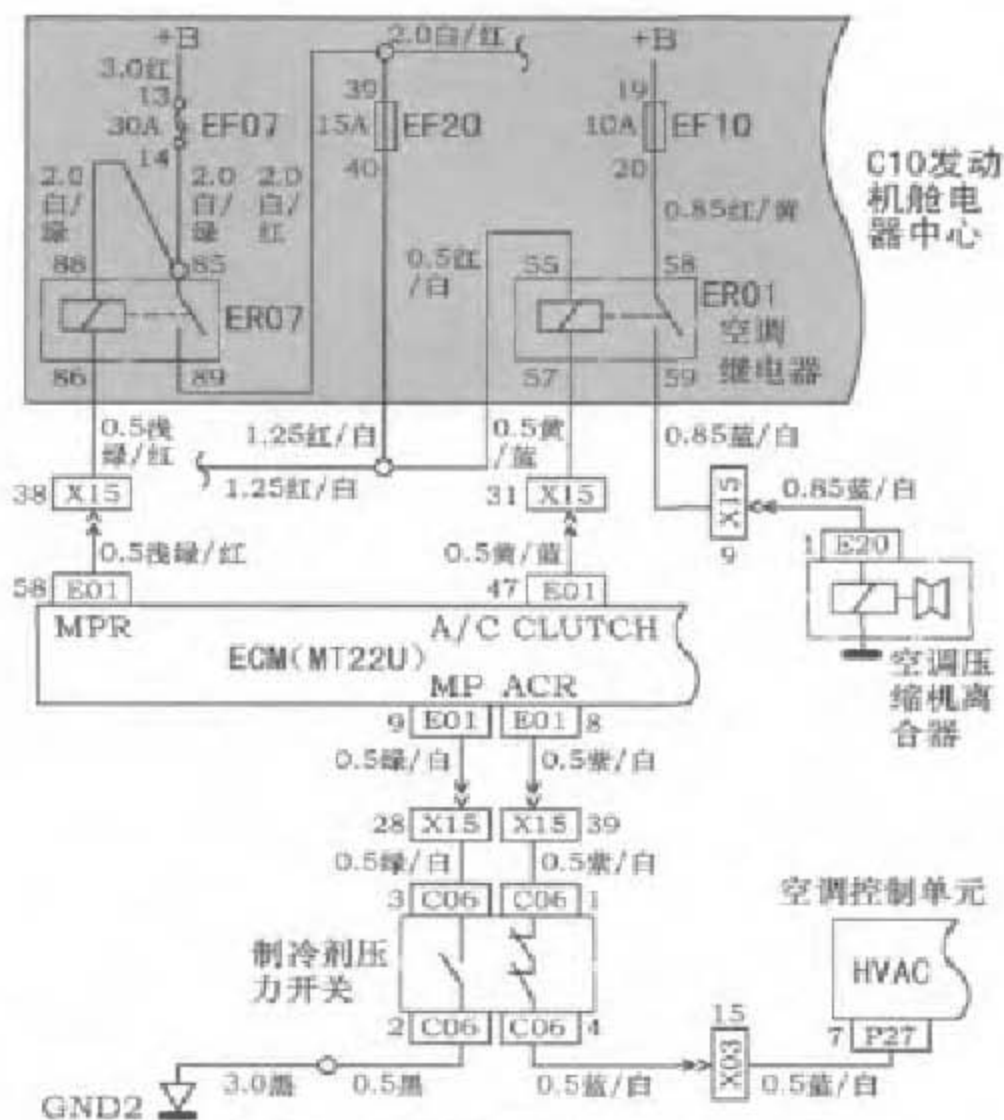

图1 CX20空调系统控制原理图一
- 2). CX20 空调的控制是受发动机控制单元ECM控制的,从CX20 空调系统控制原理图(图1)可以看出,空调继电器是由ECM的47脚控制的,让ECM的47脚直接搭铁,压缩机电磁离合器吸合,空调系统工作正常,只是怠速偏低。